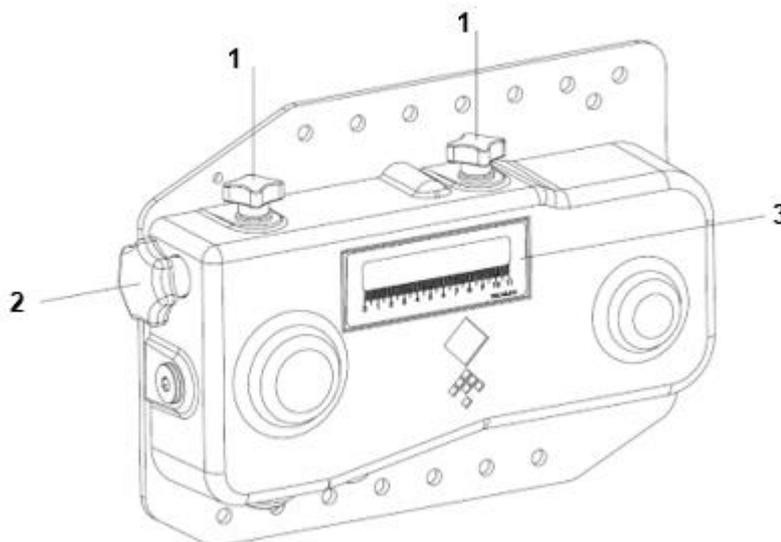

Figure 5
1. Desserrez les boutons étoiles (1) (voir **figure 5**).
2. Tournez le bouton étoile (2) pour modifier le réglage. Le réglage peut être lu sur l'autocollant (3).
3. Resserrez les boutons étoiles (1).